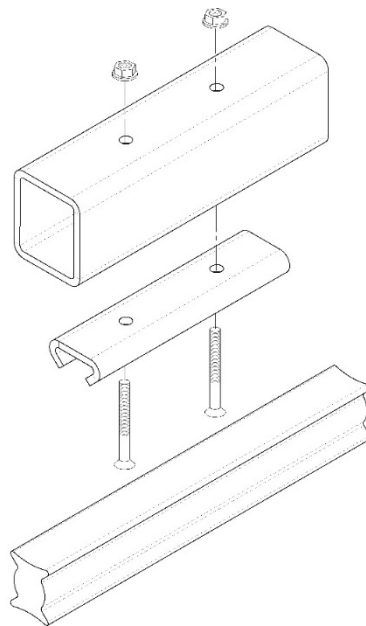

Рисунок 8
9. На концах жесткой анкерной линии, с нижней части направляющего профиля, установить ограничители хода НС 3014 и затянуть винтовое соединение до значений в тал.1 и табл.2 [рисунок 8].